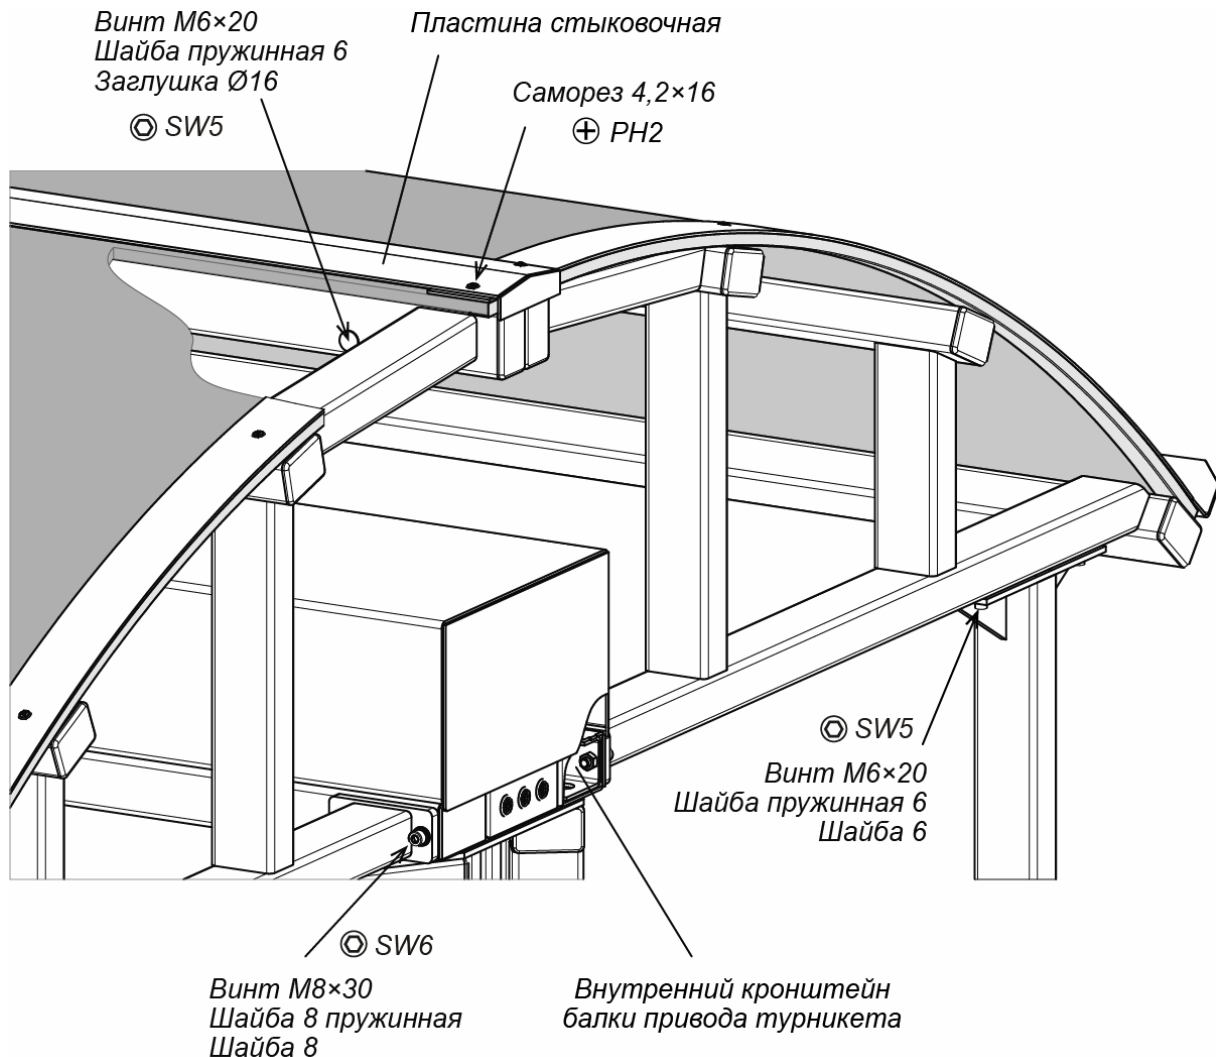

Рисунок 5. Монтаж крыши к балке привода турникета
7. Установите первый полукаркас¹ на верхние горизонтальные площадки стоек с одной из сторон турникета **PERCo-RTD-15**, совмещая крепежные отверстия и отверстия в стойках и сориентировав фланцы кронштейнов полукаркаса на боковой поверхности балки привода турникета. Зафиксируйте полукаркас болтами М6×20 с шайбами на каждой стойке, ключ SW5 (см. рис. 5).
8. Закрепите полукаркас четырьмя болтами М8×30 на балке привода турникета, ключ SW6 (см. рис.5). Затяжка болтов – предварительная. Стык фланца и балки привода турникета перед затяжкой болтов рекомендуется герметизировать атмосферным силиконовым герметиком.